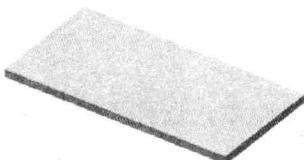
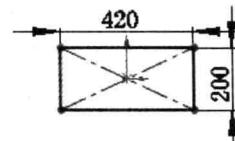

图 1.2 凸台-拉伸 1
图 1.3 横断面草图
Step2. 创建图 1.2 所示的零件基础特征——凸台-拉伸 1。
(1) 选择命令。选择下拉菜单 **插入(I)** → **凸台/基体(B)** → **拉伸(E)** 命令。
(2) 定义特征的横断面草图。
① 定义草图基准面。选取前视基准面作为草图基准面。
② 定义横断面草图。在草绘环境中绘制图 1.3 所示的横断面草图。